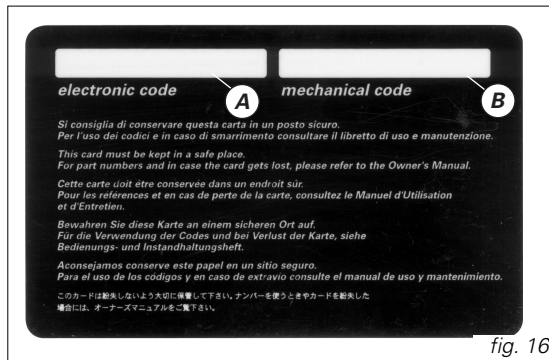

fig. 16
A) (fig. 16) el código electrónico, que debe utilizarse en caso de bloqueo del motor con consiguiente ausencia del encendido después del **key-on**.
B) (fig. 16) el código mecánico de las llaves, debe comunicarse a la red de asistencia DUCATI en caso de pedido de duplicados de las llaves.